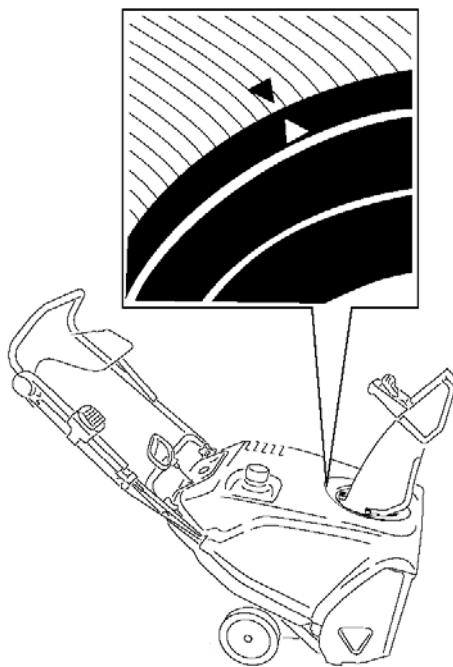

Рисунок 34.
3. Поверните желоб, чтобы он смотрел четко вперед и стрелка на задней стороне желоба совпала со стрелкой на корпусе (Рис. 34)